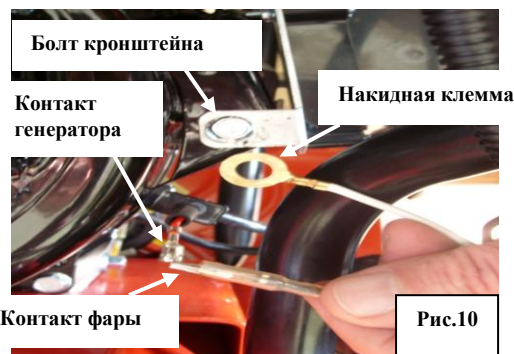

Рис.10
1. Ключом 10 мм (в комплект поставки не входит) открутите болт крепления кронштейна блока управления стартера (см. Рис. 10).
1.1 В разъем (см рис.10(а)) на двигателе вставляем одну клемму фары. Вторую клемму вставляем в разъем генератора см.рис 10(б). (для модели ToRnado 2460LS).